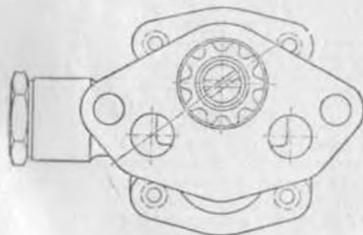

Рис. 39 Положение прорези вала масляного насоса при его установке
2. Повернуть ведущий вал масляного насоса (еще не установленного на двигатель) так, чтобы прорезь в нем была расположена, как указано на рис. 39.
Вследствие наклона винтовых зубьев, шестерня масляного насоса, входя в зацепление с шестерней распределительного вала, повернется по ходу часовой стрелки (если смотреть со стороны прерывателя-распределителя), и прорезь вала насоса займет горизонтальное положение, показанное на рис. 39 пунктиром.